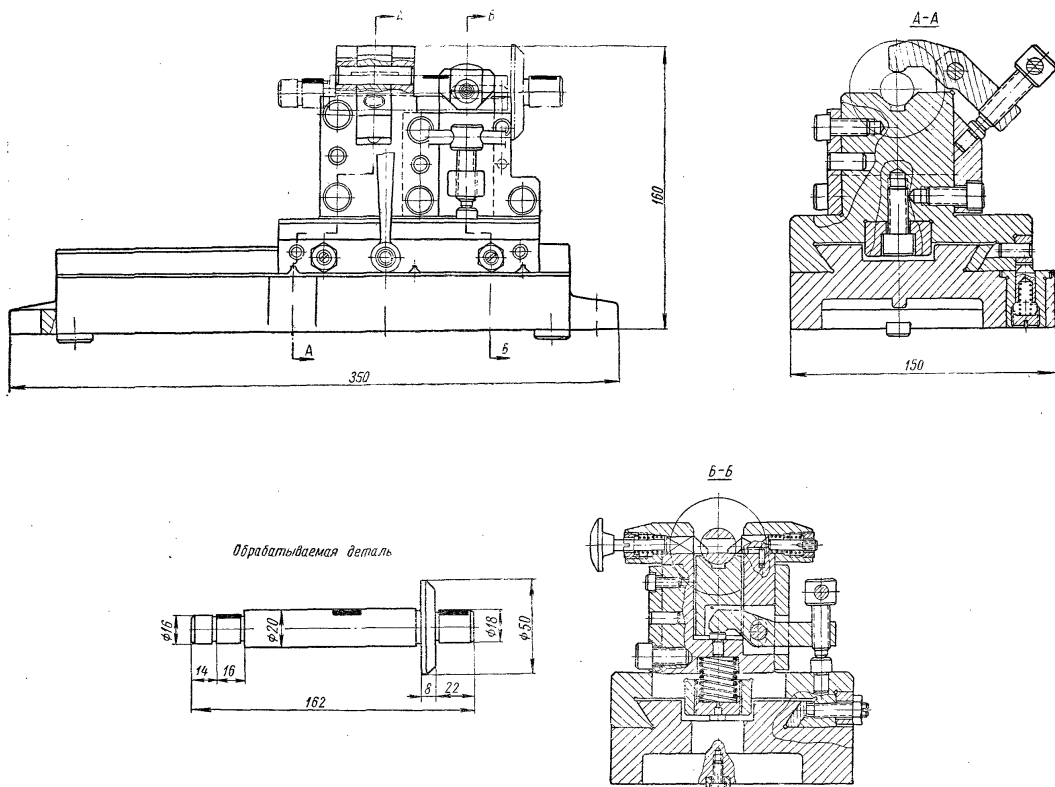

Рис. 31.
2. Составьте описание конструкции и принципа действия приспособления по рис. 31.